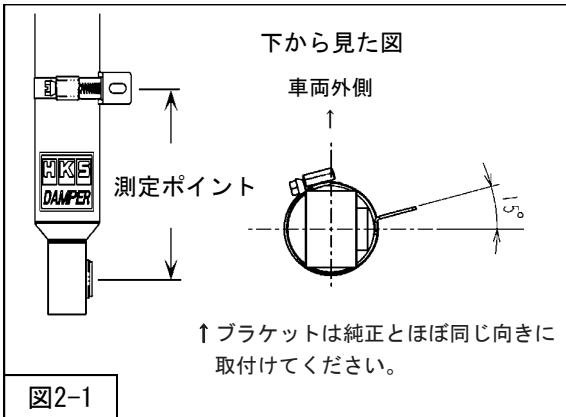

図2-1
- 測定ポイントが純正サスペンションと同じ距離・位置になるようにフロントサスペンションASSY (同梱品) に固定してください。(図2-1)
③フロントサスペンションASSYアッパー取付ナット